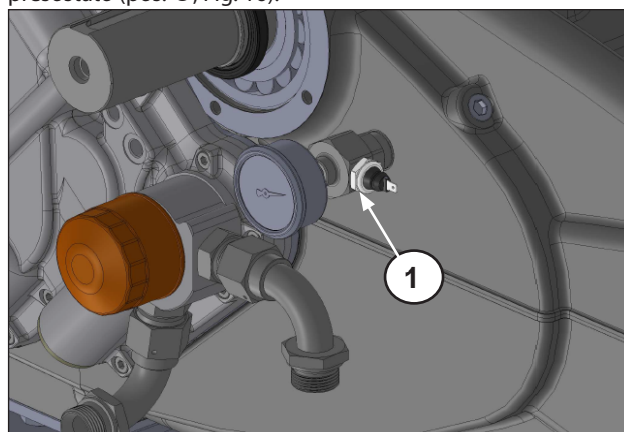

Fig. 16
Desenroscar y desmontar el manómetro, el racor, el niple y el presostato (pos. ①, Fig. 16).